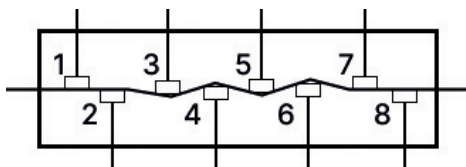

Рисунок 4
- Проведите регулировку прижимных роликов, для этого ослабьте контргайки и прижмите ролики, как на рис. 4. После регулировки закрутите контргайки.